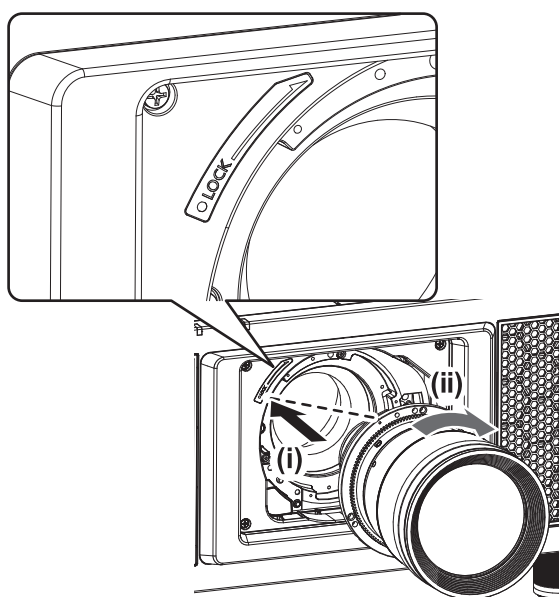

Fig. 1
- 1) Inserire l'obiettivo di proiezione allineando il segno sull'obiettivo di proiezione stesso (arancione) con il segno sul proiettore (○ alla sinistra di LOCK) e ruotare in senso orario fino a percepire un clic. (Fig. 1)